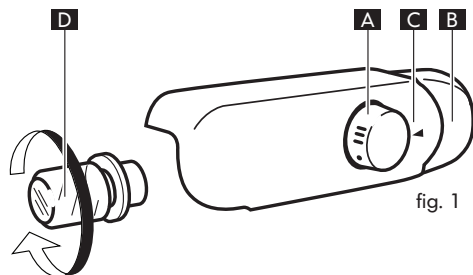

fig. 1
- Se oltre al termostato interno l'apparecchio presenta un pannello comandi esterno con una manopola di regolazione, le temperature dei due compartimenti devono essere regolate separatamente. In questo caso, la manopola del termostato all'interno del frigorifero serve per regolare esclusivamente la temperatura del comparto frigorifero (vedere Fig. 1), mentre il pannello comandi esterno viene utilizzato per regolare la temperatura del comparto congelatore.